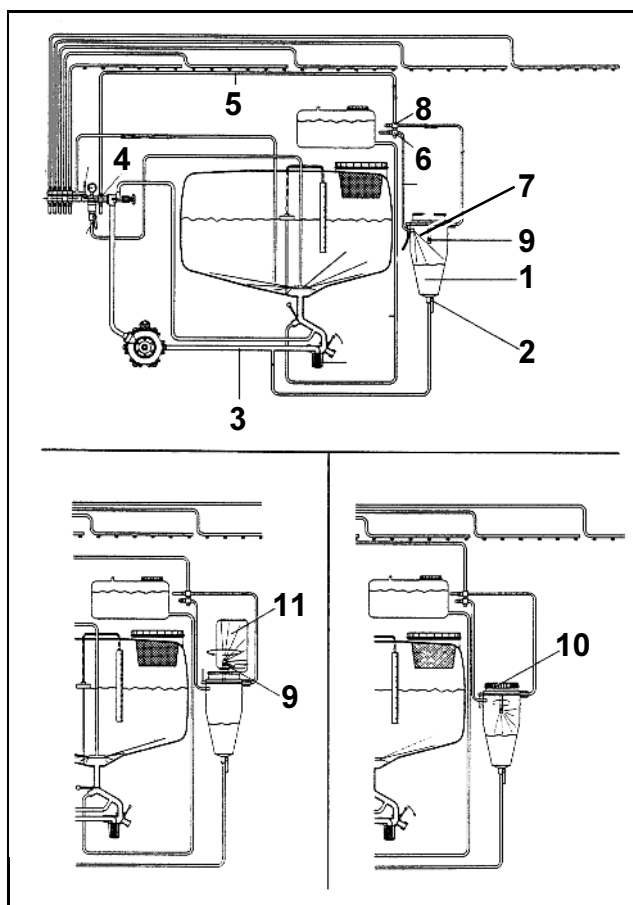

Рис. 161
- Откройте краны простого действия (Рис. 161/ 2 и Рис. 161/ 4) в днище измерительной емкости и на рабочей арматуре.
- Откройте кран простого действия (Рис. 161/ 6) для промывочного сопла (Рис. 161/ 7).
- Закройте кран простого действия (Рис. 161/ 6).
- Полностью опустошите измерительную емкость. Еще раз промойте измерительную емкость при помощи сопла для промывки канистр (Рис. 161/ 9).
При промывке измерительной емкости закройте отверстие крышкой (Рис. 161/ 10).
- После полной откачки закройте краны простого действия (Рис. 161/ 2 и Рис. 161/ 4).
- Канистру с раствором для опрыскивания (Рис. 161/ 11) установите над соплом для промывки канистр и откройте краны простого действия (Рис. 161/ 4 и Рис. 161/ 8). Канистру промывайте минимум 30 сек. Откачайте уловленную жидкость после промывки.